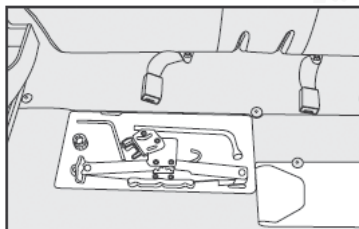

fig. 11
- Suelte las herramientas y quite el gato fig. 11, sacándolo de su alojamiento.